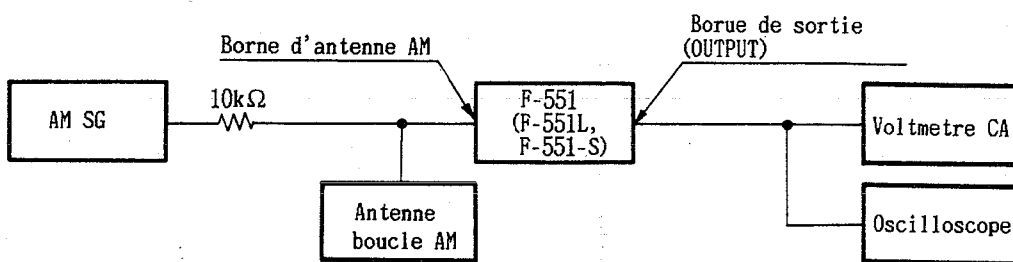

Fig.2-2. Diagramme de reccordement de réglage AM
- Faire les raccordements comme indiqué en Fig.2-2.
- Enfoncer la touche AM (LW) pour régler en mode AM (LW).